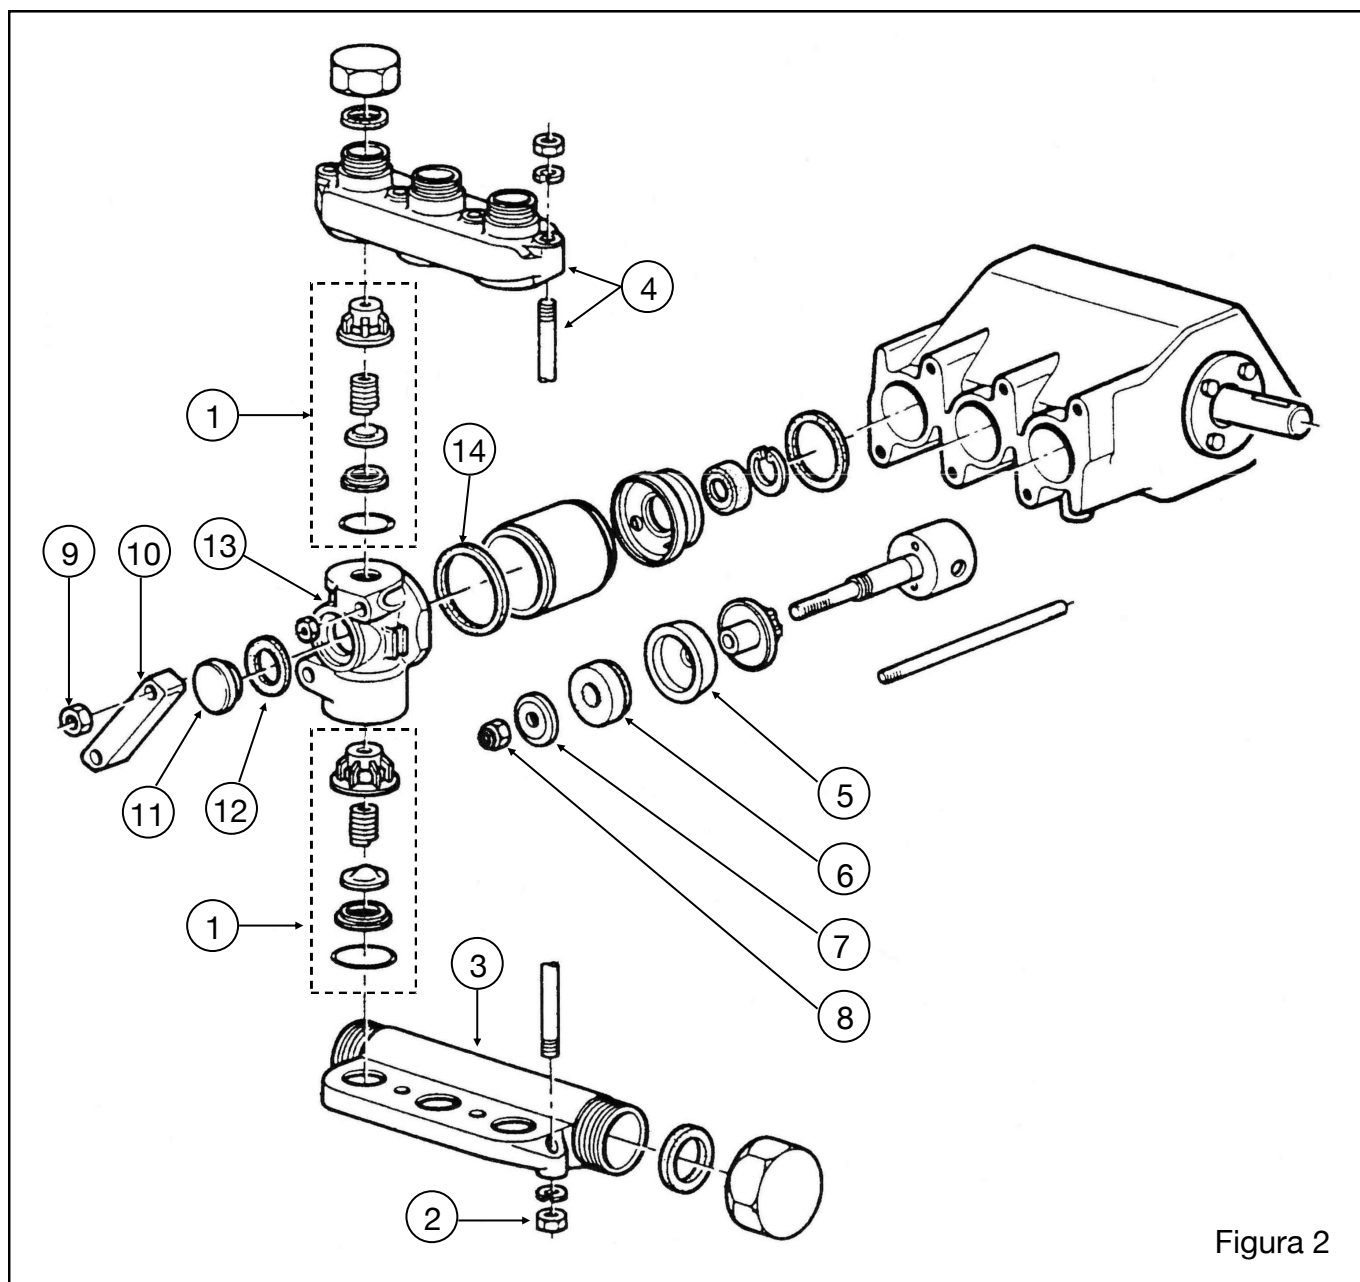

Figura 2
- Comprobar el estado de los 6 conjuntos de válvulas (Rep.1 - figura 2).
- Desatornillar las 4 tuercas (2).
- Retirar el colector de aspiración (3).
- Retirar el conjunto colector de rechazo (4) y sus 4 tirantes.
- Desmontar los 6 conjuntos de válvula (1), limpiarlos a la gasolina, antes montarlos ligeramente.